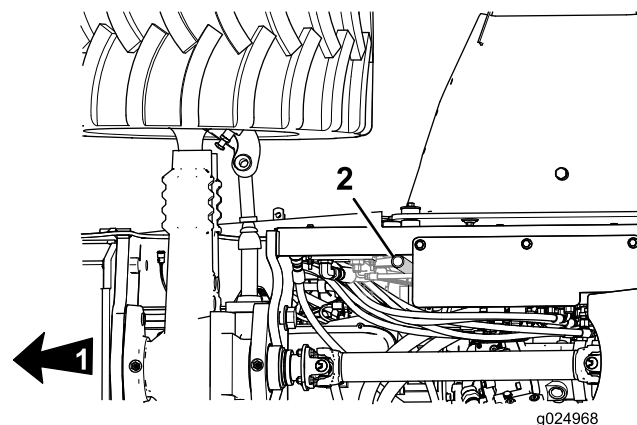

Figura 67
1. Inspeção do tubo de respiro do cárter (Figura 67) em busca de borra, detritos ou gelo no interior do tubo.